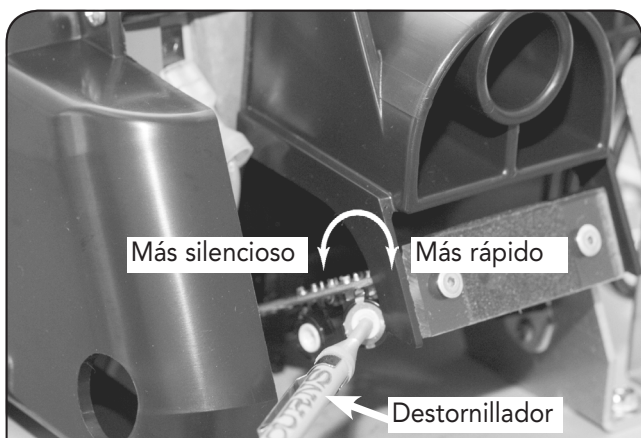

FIGURA 2 - AJUSTE DEL SONIDO Y DE LA VELOCIDAD
6. **Ajuste de sonido y velocidad** - El secador se envía fijado a la máxima velocidad. Use un pequeño destornillador de hoja plana para girar con CUIDADO el potenciómetro de VELOCIDAD A LA IZQUIERDA 3/4 DE GIRO COMO MÁX. para REDUCIR EL SONIDO Y LA VELOCIDAD. Gire con CUIDADO A LA DERECHA para AUMENTAR EL SONIDO Y LA VELOCIDAD. Vea la Figura 2.